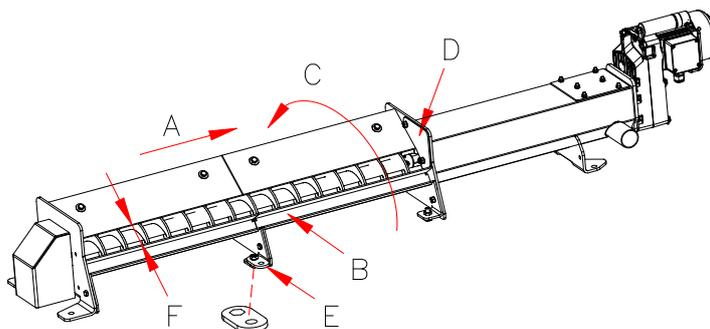

Fig:1
Il trogolo va allineato mediante linguette di fissaggio al pavimento (E) Fig. 1 ed essere avvitato al pavimento senza rialzi o abbassamenti.